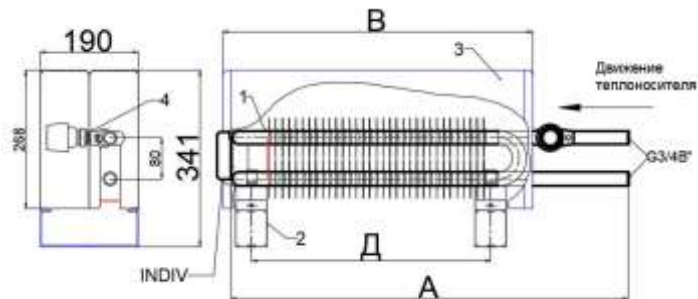

Рис. 2
**Рис. 2** Конвектор КПНК 20 P -2 К в прав. св. INDIV Конвектор КПНК средней глубины концевой, с терморегулятором на входе правого присоединения на сварке, для двухтрубной системы, оснащенный площадкой под INDIV.